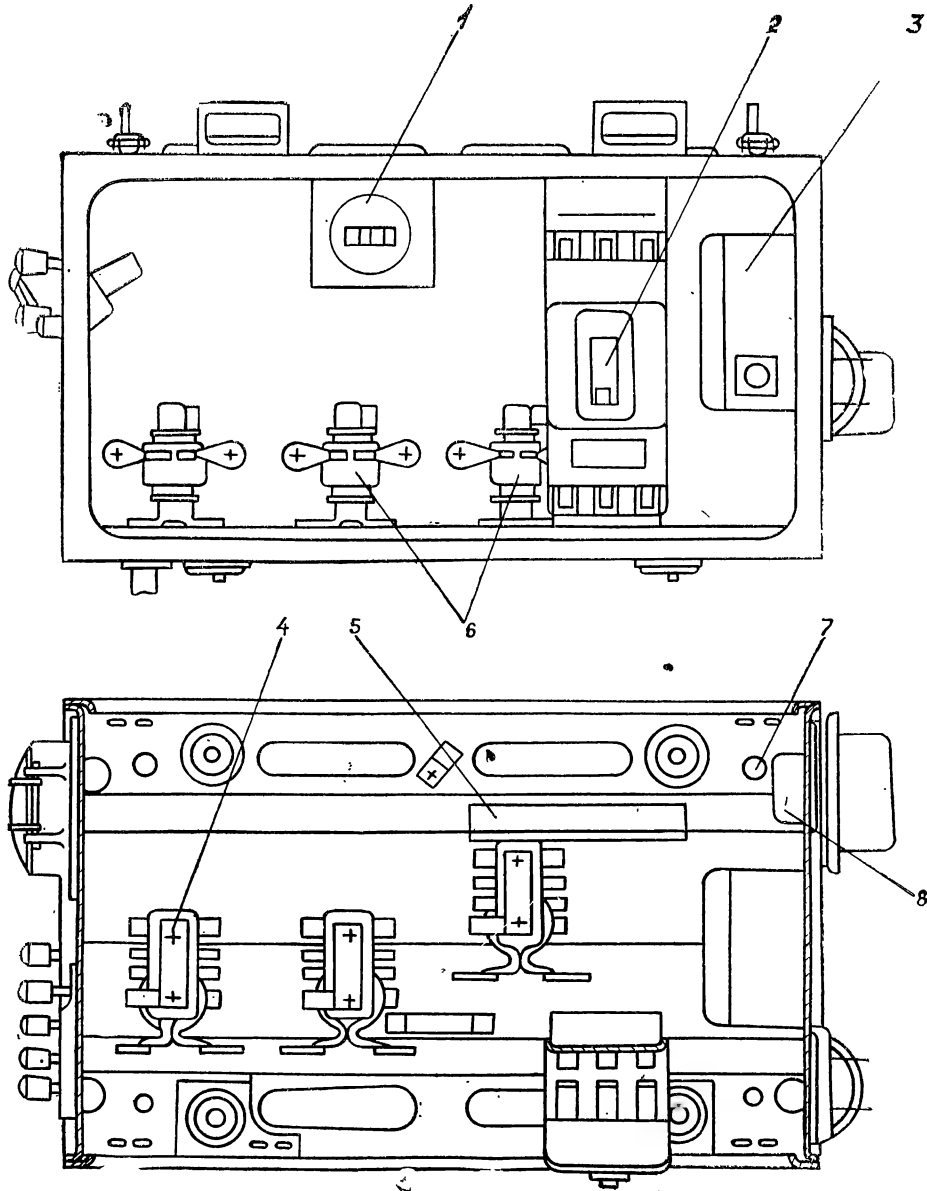

Рис. 10. Блок аппаратуры:
**Блок аппаратуры** (рис. 10) является составной частью щита управления и служит для размещения в нем трансформатора параллельной работы, двух трансформаторов тока, счетчика моточасов, клеммных панелей. На правой боковой стенке закреплено релейное устройство прибора Ф419. Автоматический выключатель укреплен на специальном крошечном.